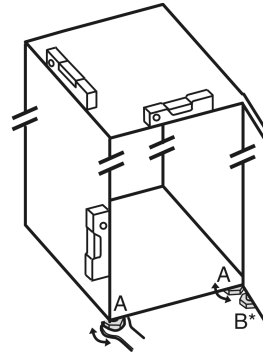

Fig. 5
- ▶ Nastavljive noge Fig. 5 (A) odvijajte s priloženim ključem z odprtim koncem in vodilom, dokler naprava ni trdno poravnana in vodoravna.
- ▶ Nastavljivo nogo Fig. 5 (B) na ležajnem podstavku spodaj odvijajte s priloženim ključem z odprtim koncem, dokler ne stoji trdno na tleh.
- ▶ Nastavljive noge Fig. 5 (B) obrnite za 90°.